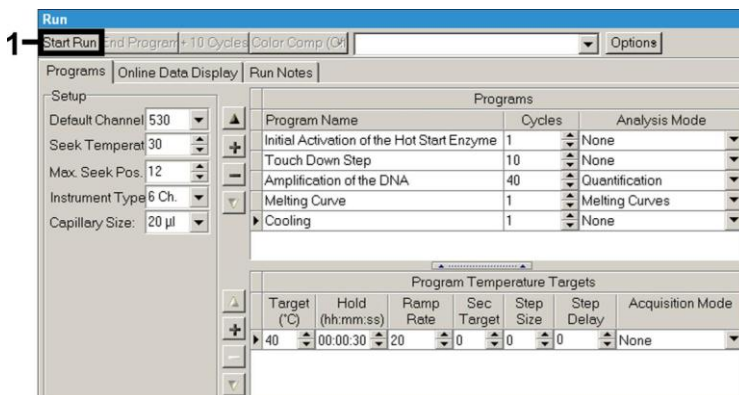

Fig. 13: Start af PCR-kørslen.
- Du starter PCR-kørslen ved at skifte til feltet *Run* (Kør) og aktivere funktionen *Start Run* (Start kørsel) (se Fig. 13). PCR-programmet starter, når det sted, dataene skal gemmes, er indtastet.